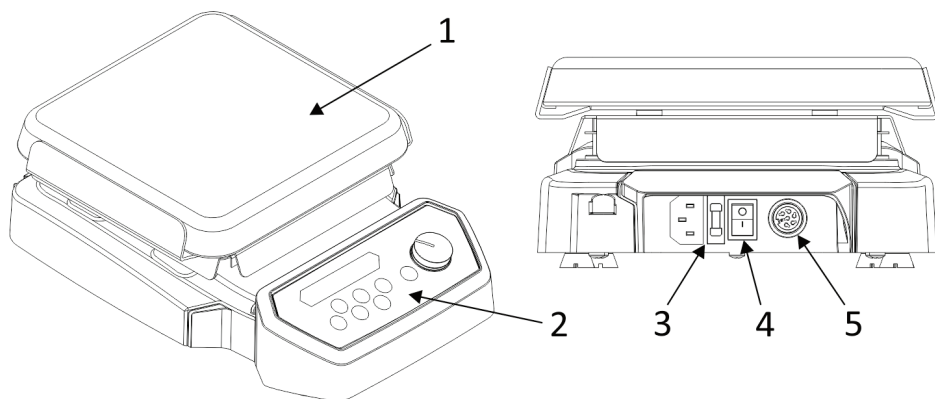
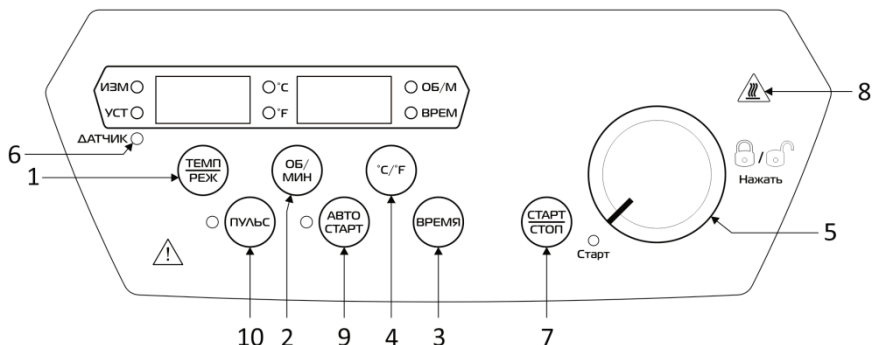

Рисунок 1
Рисунок 2
- 6.3. Мешалка выполнена в виде моноблока (Рисунок 1), в верхней части которого закреплена нагревательная платформа (1) с расположенным под ней вращающимся диском с магнитами для создания вращающегося магнитного поля. Панель управления (2) (Рисунок 2) расположена в передней части корпуса. Слева на боковой стенке находится разъём для подключения сетевого кабеля с держателем предохранителя (3), сетевой выключатель (4) и разъём для подключения внешнего. На дне корпуса расположены четыре резиновых ножки. Нагревательная платформа изготовлена из нанокерамики, устойчивой к долговременному воздействию кислот и щелочей. Керамика сплав обладает высокой теплопроводностью, благодаря чему достигается большая равномерность нагрева. Корпус мешалки выполнен из прочного пластика, устойчивого к воздействию агрессивных сред, влаги и образованию царапин.
6.4.2. Кнопки (Рисунок 2). Функции кнопок управления и индикаторов приведены в Таблице 1.
- 7.2.6. Подключить температурный датчик к разъёму в задней части мешалки (поз. 5, Рисунок 1).
задней части мешалки (поз. 3, Рисунок 1), там же находится держатель предохранителя. В мешалке используется предохранитель 5x20, 5A/250В.
8.1. Подключить сетевой кабель к разъёму в задней части мешалки (поз. 3, Рисунок 1) и вставить штепсельную вилку в розетку сетевого питания. На двух окнах дисплея на панели управления мешалки отобразятся надписи «**OFF**».
8.4. Включить выключатель питания (поз. 4, Рисунок 1). Мешалка перейдёт в режим установки порога защиты от перегрева.